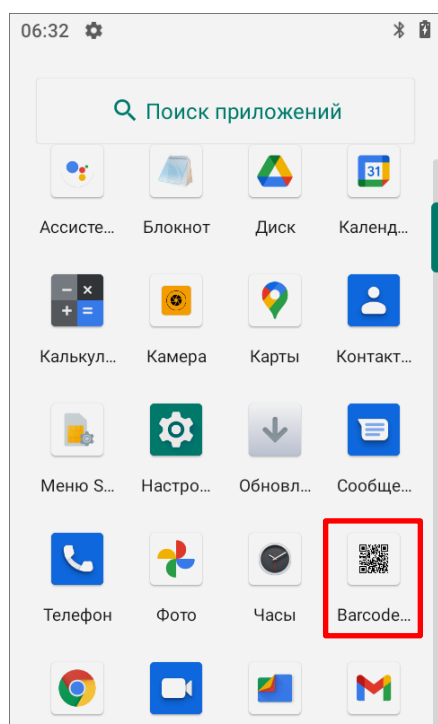

Рисунок 23. Основное меню ТСД
- 3 Выбрать утилиту **Barcode Utility** (рисунок 23) для настройки сканера.